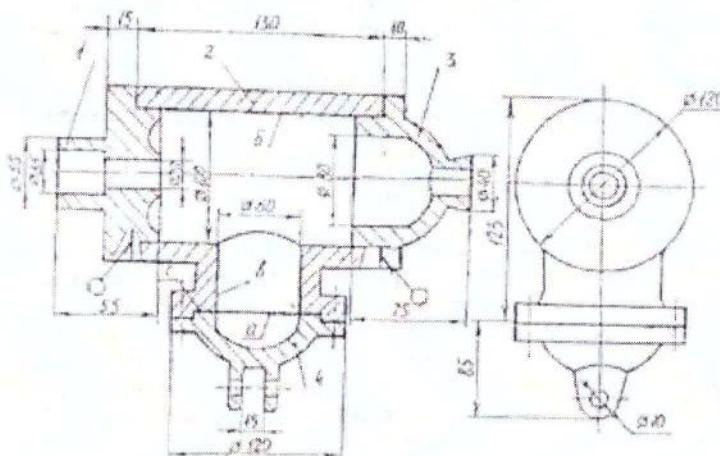

Рис. 3. Учебный узел 3
5. Сварить детали 1 и 2 (материал - сталь 40) герметичным швом, рис. 3. Способы контроля качества сварных швов на герметичность.
5. Сварку детали 3 с деталью 2 (материал - сталь 45) выполнить герметичным швом, рис. 3.